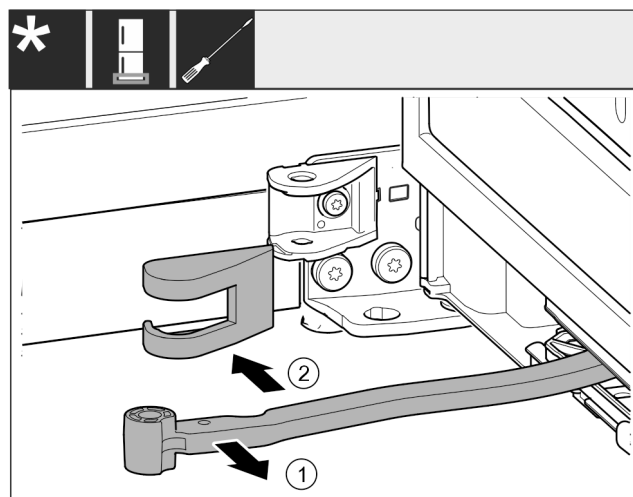

Fig. 16
- ▶ Drej leddet mod døren. Fig. 16 (1)
- ▶ Fjern lejekonsollens afdækning. Fig. 16 (2)